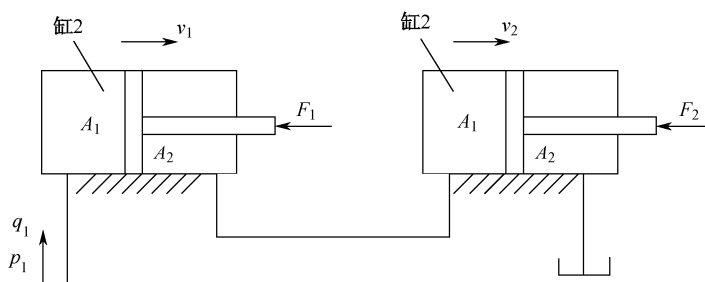

图 1-2-7
5. 如图 1-2-7 所示的液压系统，输入流量为  $q_1 = 4.2 \times 10^{-4} \text{ m}^3/\text{s}$ ，输入压力为  $p_1 = 5 \text{ MPa}$ ，两液压缸无杆腔的有效作用面积均为  $0.01 \text{ m}^2$ ，有杆腔的有效作用面积均为  $0.005 \text{ m}^2$ 。